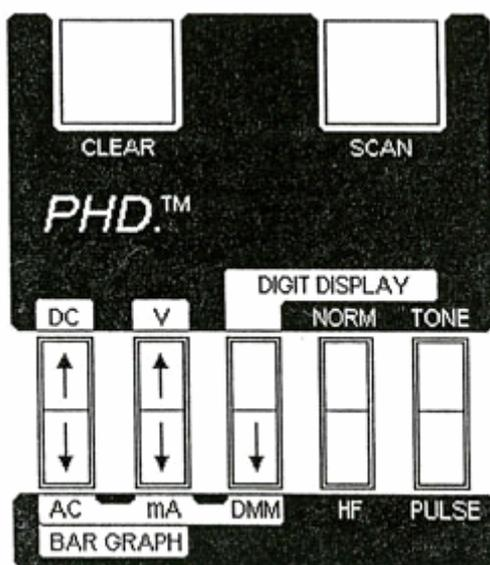

Рис.12
На Рис.12 представлено расположение трех переключателей передней панели прибора, связанных с функциональным режимом Цифрового Мультиметра телекоммуникатора PHD. Как показано на рисунке, переключатель DIGIT DISPLAY/Цифровой Мультиметр (DIGIT DISPLAY/DMM) должен быть установлен в положение Цифровой Мультиметр (DMM), а переключатели Постоянный ток/Переменный ток (AC/DC) и Вольтметр/Миллиамперметр (V/mA) могут быть установлены в различные положения, определяя совместно требуемую функцию измерения. Как подчеркивалось в главах 2 и 3, именно при использовании такого режима работы требуется быть предельно внимательным. Это особенно важно, если Вы имеете дело с источниками напряжения иными, отличными от источника питания телефонной линии. В этом случае Вам следует удостовериться, что переключатель Разговор/Контроль (T/M) установлен в положение Контроль (M).